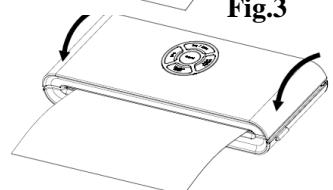

Fig.3
4. Închideți capacul de sus și apăsați bine până când auziți un declic pe ambele laturi – **Fig. 3.**